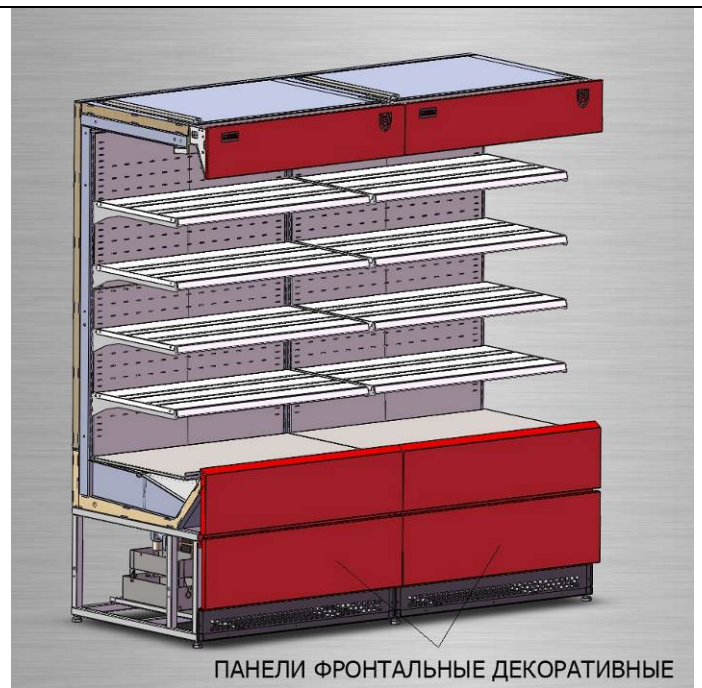

рис. 6
5. Установить на витрины панели фронтальные декоративные удлиненные (рис.6).